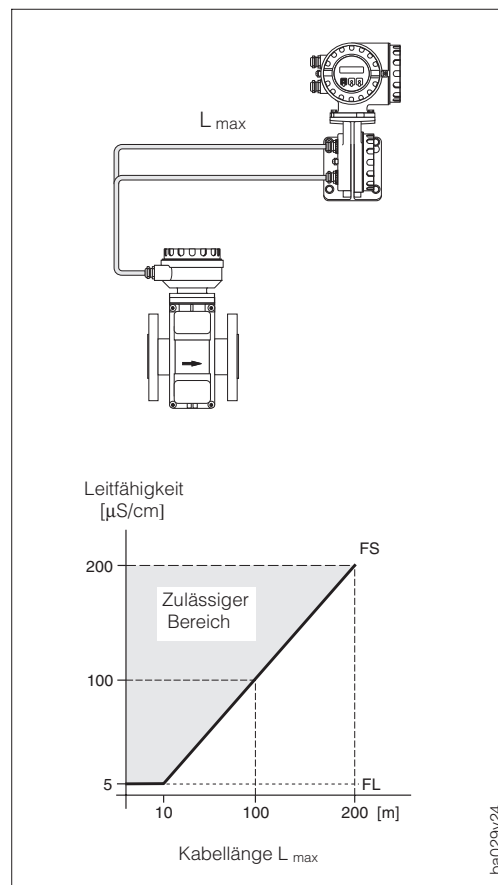

Abb. 19
- Die zulässige Kabellänge L_{\max} wird ab einer Entfernung > 10 Meter grundsätzlich von der Messstoffleitfähigkeit bestimmt (s. Abb. 19).
- Alle Messstoffe mit einer Mindestleitfähigkeit von $\geq 5 \mu\text{S}/\text{cm}$ (demineralisiertes Wasser $\geq 20 \mu\text{S}/\text{cm}$) können gemessen werden und zwar *unabhängig* von der Entfernung zwischen Messumformer und Messaufnehmer (s. Abb. 19).